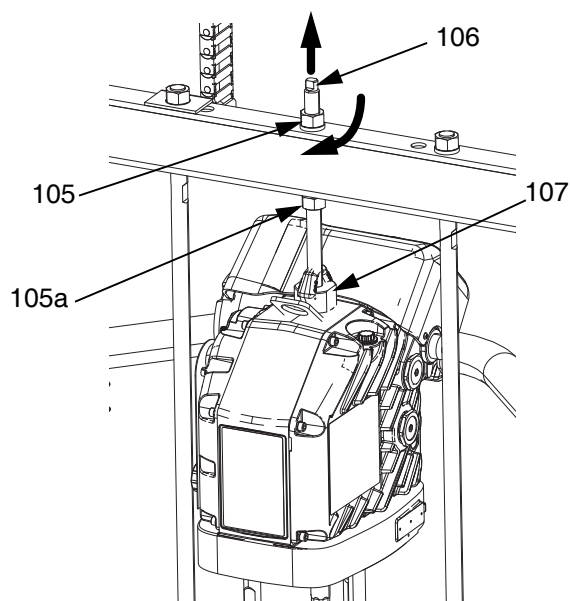

Fig. 24
- a. Utilize a chave inglesa na porca (105) no topo da barra do êmbolo para descer o acionador para a bomba volumétrica. Consulte a FIG. 24 na página 31. Enrosque a porca (105) e aperte-a sob a barra do êmbolo. Aperte a porca (105) abaixo da barra de cruzamento para 25 pés-lb (34 N*m) no máximo.